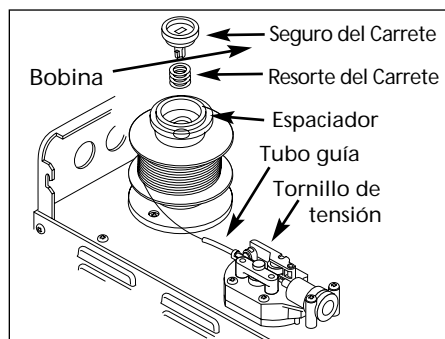

Figura 3 - Enrutamiento del Alambre para Soldadura
***Vea las instrucciones de ensamblaje en la Figura 3.**